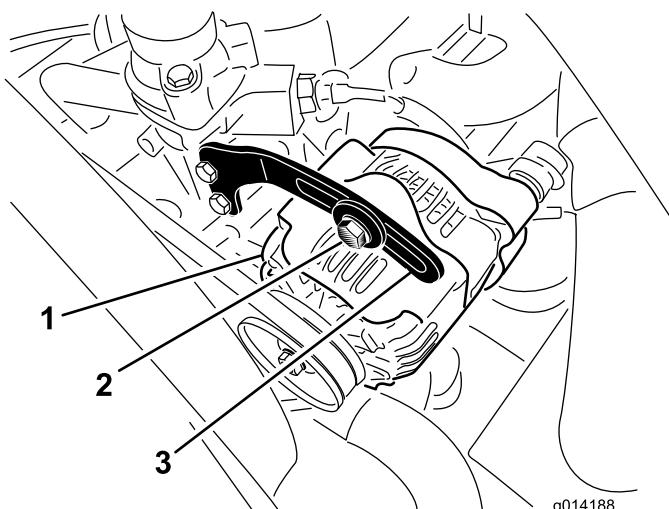

Figura 38
2. Compruebe la tensión de la correa del alternador flexionándola (Figura 38) en el punto intermedio entre las poleas del alternador y del cigüeñal con una fuerza de 10 kg (22 libras).
3. Afloje el perno que sujet a el tirante al alternador (Figura 38), y el perno de pivote del alternador.